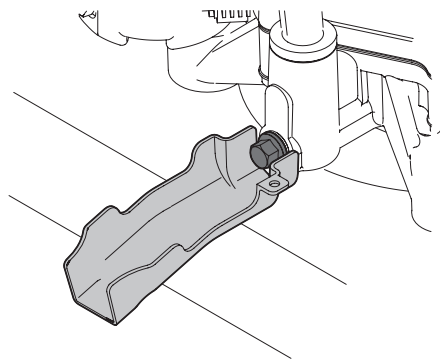

Figure 23
4. Faites enclencher la petite extrémité du manchon de vidange d'huile dans l'espace autour du bouchon de vidange d'huile. Voir Figure 23.